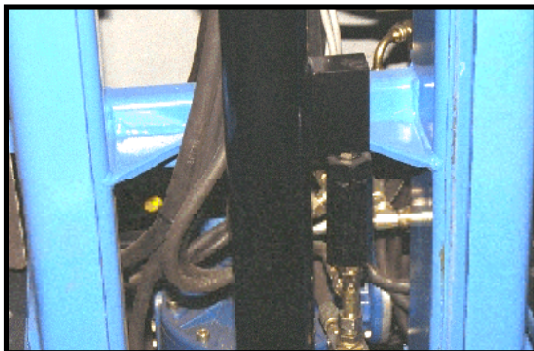

Fig. 1 - Clapet anti-retour piloté hydrauliquement sur le vérin de levage des éléments de mât.
- Le mouvement d'élévation est assuré par un vérin hydraulique simple effet muni d'un clapet anti-retour piloté hydrauliquement et d'un ralentisseur de descente (Fig. 1).